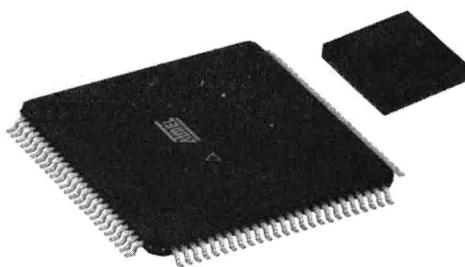
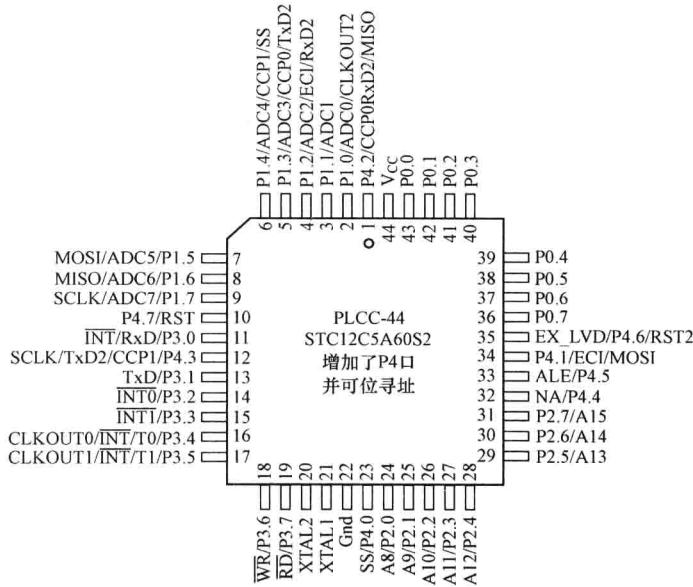

图 1-4 PQFP（大图）及 PLCC（小图）封装
图 1-9 STC12C5A60S2PLCC 封装引脚图
51 单片机是指 Intel 的 MCS-51 系列以及具有其兼容内核的单片机。Intel 早期型号包括 8051、8052、8751、8752 等，现在市场上销售的主要是各大芯片厂商提供的种类繁多与其兼容的 51 核单片机。如 ATMEL 公司的 AT89C 系列、AT89S 系列，SST 公司的 SST89 系列，Silicon Labs 公司的 C8051F 系列，NXP 公司的 P8XC 系列、ADI 公司的 ADuC8 系列等。这些单片机均采用 MCS-51 的结构和指令系统，只是对其功能和内部资源等方面进行了不同程度的扩展。常见的 51 单片机的外形及封装如图 1-4~图 1-9 所示。特别值得一提的是，前几年人们主要使用的是 AT89C/S 系列，而现在国内宏晶科技公司生产 STC 系列单片机正在被越来越多的应用。STC 号称 51 单片机的第一品牌，中国内地本土的领航者。为了考虑通用性，本书仍以 AT89C(S) 系列为例进行介绍，同时也将适当对 STC 的部分产品加以提及，在 Proteus 的 ISIS 绘图及 Keil uv4 软件调试时也都以 AT89C51 为例（实际上 AT89C 系列已停产多年，市场上的芯片只是库存产品，但这并不会影响对课程的学习）。